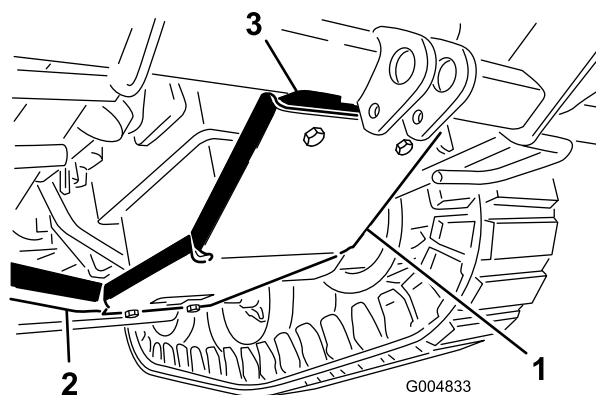

Figura 30
2. Monte la chapa de protección (Figura 30) en el bastidor debajo del motor, como se indica a continuación:
- A. Monte el extremo delantero de la chapa de protección a la placa de montaje con 2 pernos con arandela prensada (3/8" x 1 3/4") y tuercas con arandela prensada (3/8") (Figura 30).
- B. Monte el extremo trasero de la chapa de protección en el travesaño del bastidor con 2 pernos (3/8" x 1") y tuercas con arandela prensada (3/8") (Figura 30). Instale los pernos traseros desde arriba.